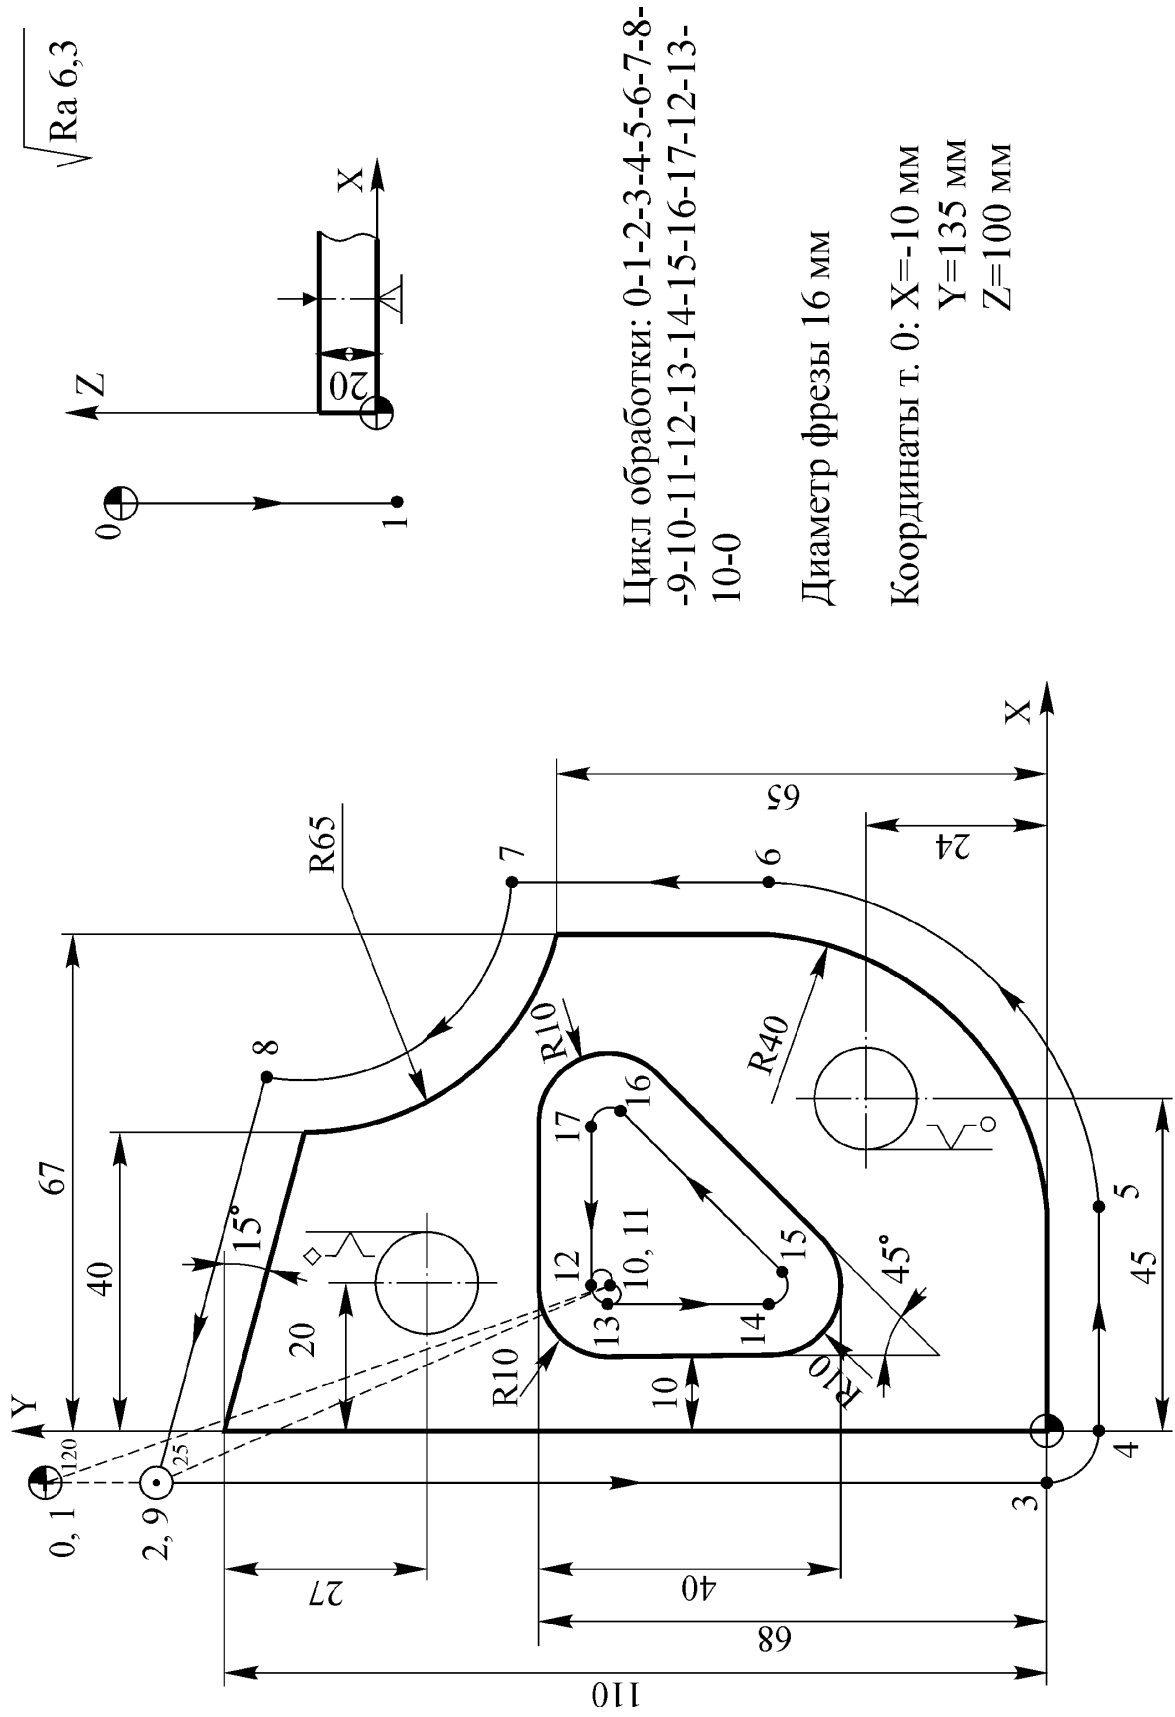

Рис. 1.2. Расчетно-технологическая карта фрезерной обработки на станке с ЧПУ
9) Пример оформления расчетно-технологической карты (РТК) приведен на рис. 1.2.